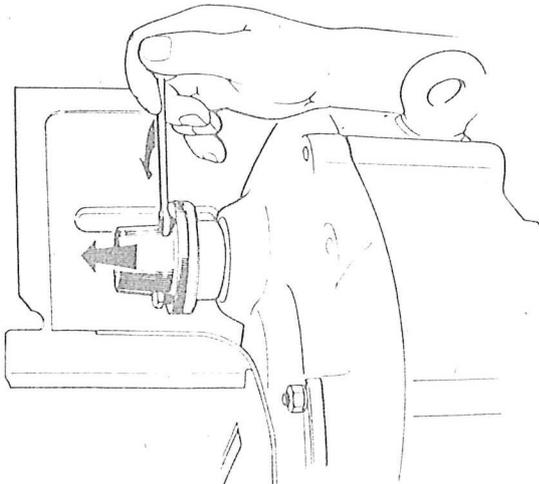

Abb. 03-13 Abbau der vorderen Mitnehmerhälfte
6. Aus dem Mitnehmer der Welle für den Antrieb des Kühlgebläses vier Schrauben ausschrauben (Abb. 03-13) und die Mitnehmerhälfte abnehmen. Die zweite Hälfte des Mitnehmers ist auf der Antriebswelle mittels Schraube gesichert.